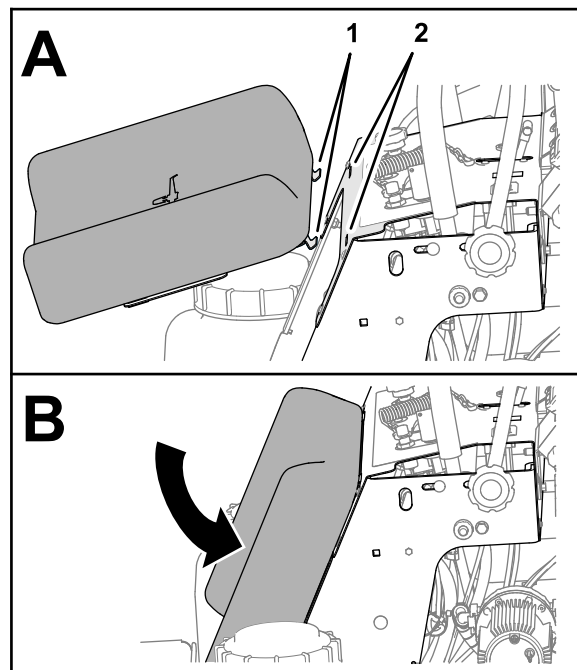

Figura 63
1. Introduzca las pestañas del apoyo de las rodillas en las ranuras de la consola de control (Figura 63).
2. Gire hacia abajo el apoyo de las rodillas (Figura 63).